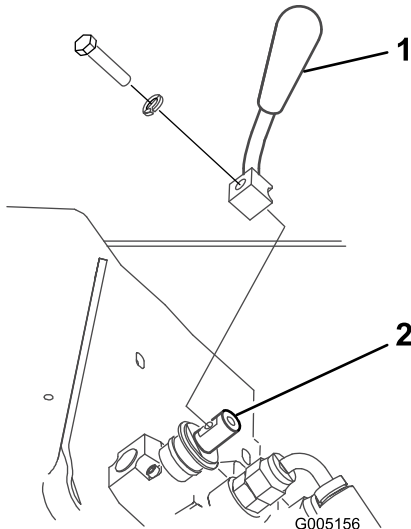

Figura 4
2. Sujete la palanca a la válvula selectora de velocidad usando el perno y la arandela de freno, según se muestra en Figura 4.